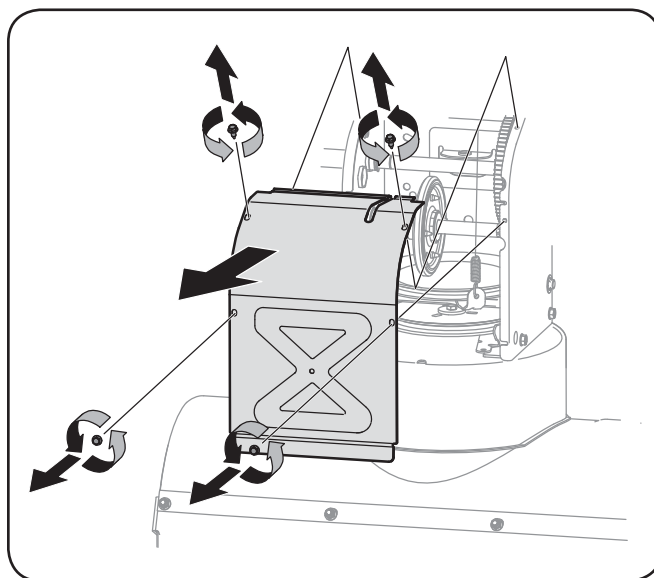

Figura 7-3
3. Saque la cubierta del marco desde debajo de la máquina quitanieve retirando los tornillos autorroscantes que la sujetan. Consulte la Figura 7-3.
5. Saque la cubierta del marco desde debajo de la máquina quitanieve retirando los tornillos autorroscantes que la sujetan. Consulte la Figura 7-3.
3. Saque la cubierta del marco desde debajo de la máquina quitanieve retirando los cuatro tornillos autorroscantes que la aseguran. Consulte la Figura 7-3.